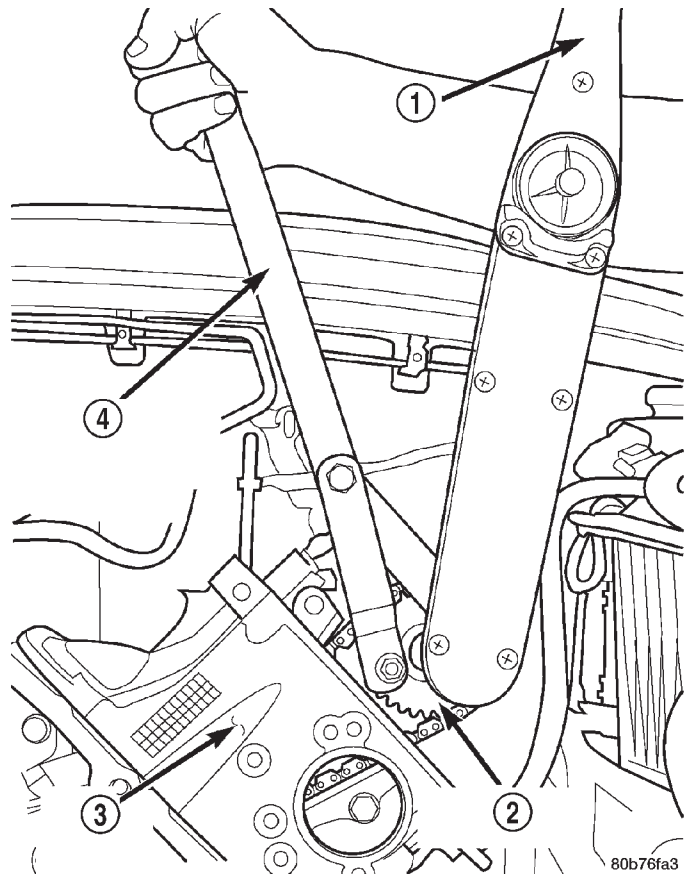
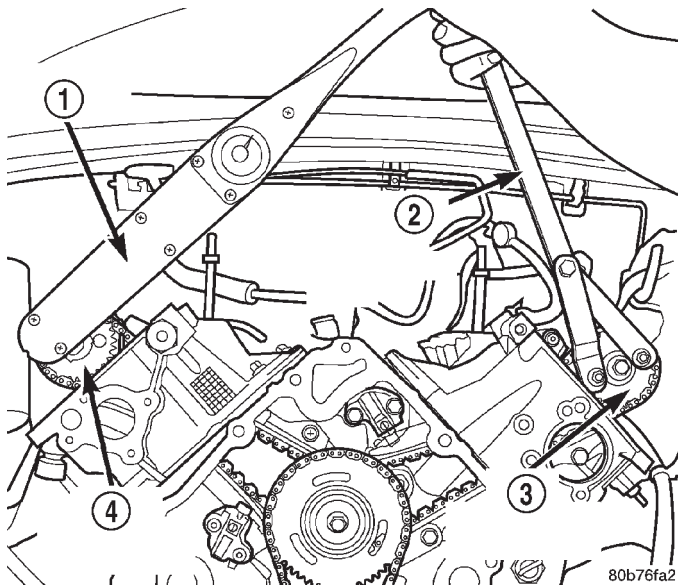

Abb. 9 Nockenwellenrad einbauen—Linker Zylinderkopf
Abb. 10 Nockenwellenrad einbauen—Rechter Zylinderkopf
(6) Nockenwellenrad auf der Nockenwelle anbringen und die Befestigungsschraube montieren. Mit dem Schlüssel 6958 und den Adapterstiften 8346 (Spezialwerkzeuge) sowie einem geeigneten Drehmomentschlüssel die Befestigungsschraube mit einem Anzugsmoment von 122 N·m (90 ft. lbs.) festziehen (Abb. 9) (Abb. 10).
(7) Spezialwerkzeug 8350 entfernen.
(8) Mit der Kurbelwelle zwei volle Umdrehungen durchführen und anschließend sicherstellen, daß die V8-Markierungen auf den Nockenwellenrädern tatsächlich übereinstimmen.
(9) Ventildeckel montieren. Siehe "Ventildeckel" in diesem Abschnitt.